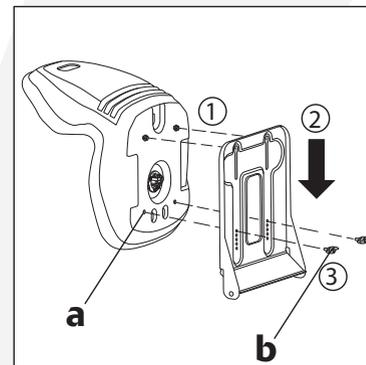

Fig. 2A
2. Elija uno de los cinco orificios de la bandeja del asiento y enrosque las tuercas de mariposa en los orificios (a). Fíjelas con las tuercas de mariposa suministradas (b). Puede mover el asiento a la posición que desee eligiendo entre los cinco orificios diferentes. (Fig.2A)